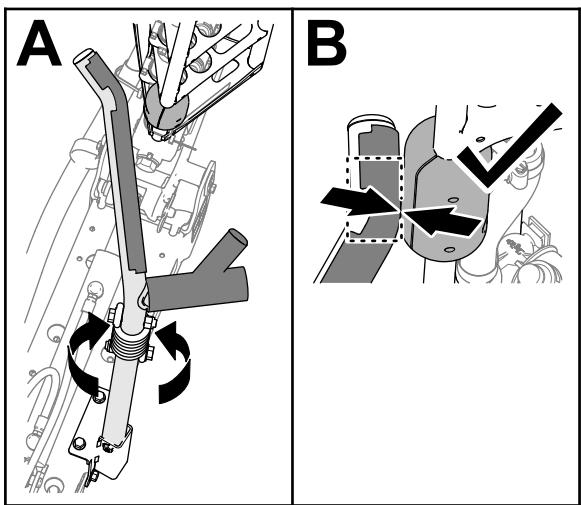

図 112
4. クレードルアセンブリを回転させてクレードルチューブをブームの上部チューブにあるスライドロックに合わせる図 112。
- 注 ブロックが上側クレードルチューブの曲がり部分に当たっていれば調整は適切です 図 112。